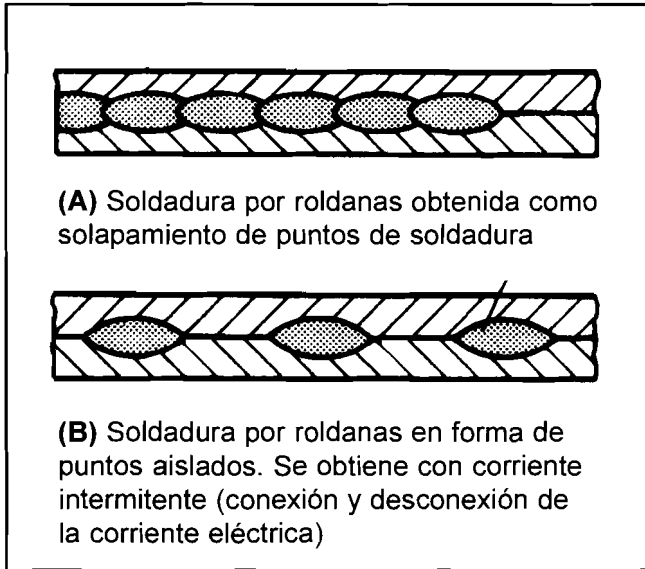

FIGURA 16.4: SOLDADURAS POR ROLDANAS
El soldeo por roldanas es una variante del soldeo por puntos en la que se obtienen una serie de puntos solapados [ver figura 16.4 (A)] o aislados [ver figura 16.4 (B)].